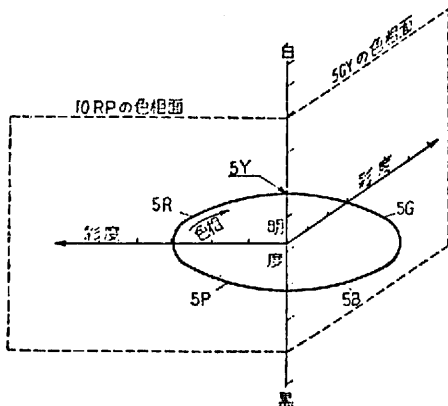

図3 三属性の関係
4) 三属性の関係 —— 色相, 明度, 彩度を図式化すると, 図3のように, 3次元で表わされ, 中心軸となるY軸は明度 (V) で, 白から黒への変化 (10段階), これを開んで円周上に色相 (40色) を配し, 同じ色相の板を中心軸から放射状 (X軸) に彩度をとることで, 相互関係がわかる。